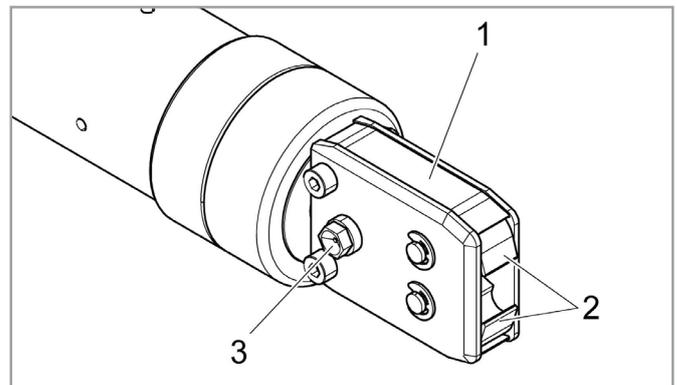

Abb. 74 Zangenkopf schmieren
2. Zangenkopf (Abb. 74/1) am Schmiernippel (Abb. 74/3) mit Hilfe einer Fettpresse mit Spezialfett RE NOLIT LX-EP 2 (RENOLIT Duraplex EP 2) schmieren.
3. Zangenbacken (Abb. 74/2) auf Abnutzung und Ausbrüche an den Klemmstellen kontrollieren, bei Bedarf austauschen (Art.-Nr. siehe Werkzeug-katalog).